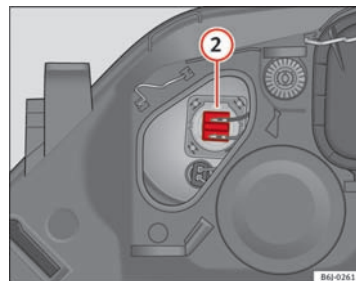

Fig. 152 Fjernlys
- Træk stikket ⇒ Fig. 152 ② udad og af.